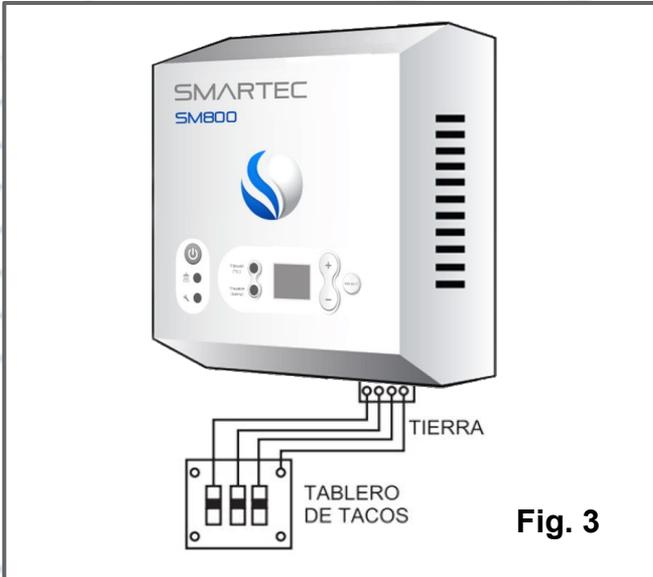

Fig. 3
- 1) Instale hasta el calentador tres líneas de alambre o cable 7 hilos calibre No.10 THHN 90°C (Fig.3). El cable 7 hilos debe ser entorchado fuertemente con pinzas o en su defecto ser estañado en las puntas para asegurar un apriete firme en la regleta bornera de conexión eléctrica. Nunca utilice cable multifilar sin terminales y/o especificado para temperaturas o corrientes menores.
- 4) Continúe con los mismos pasos 3) al 4) del modo Trifásico (Fig. 3).